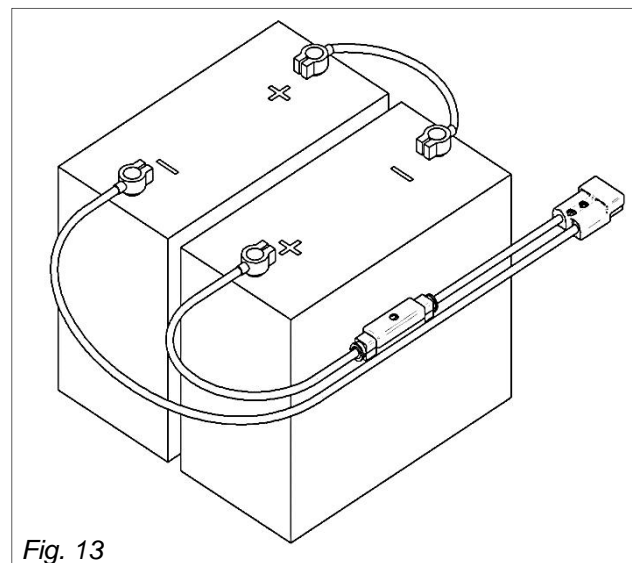

Fig. 13
1. 120A fusible para proteger las baterías (Fig. 13);